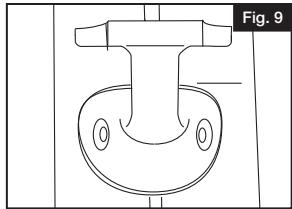

Fig. 9
- 3.** Sujetar con mordaza el ensamblaje de esquina al soporte de esquina interior. Con una broca de $\frac{13}{64}$ " (0,5cm), taladrar y fijar el soporte con los tornillos suministrados (Fig. 9).